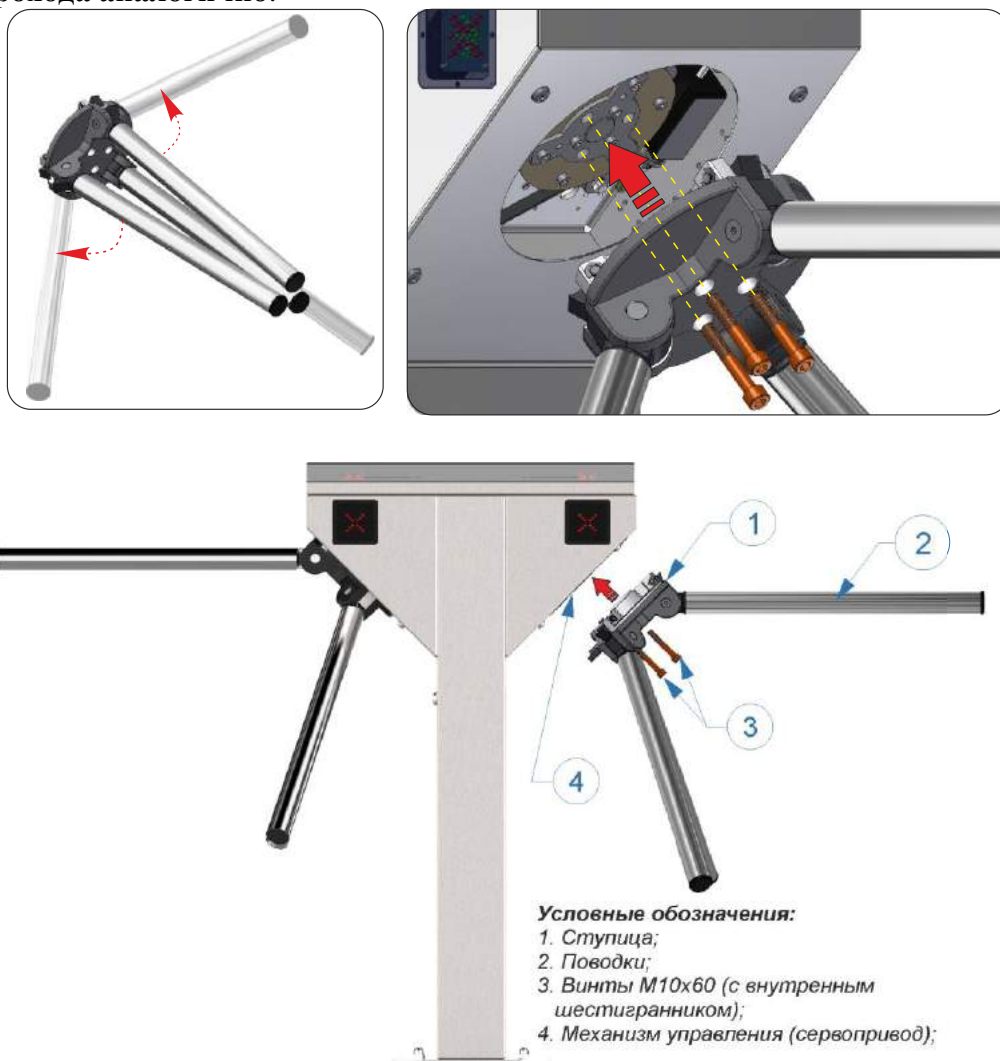

Рис. 14 – Установка ступицы с поводками в корпус турникета-трипода
а) Вручную разложить поводки (2) ступицы (1) (см.Рис.14).